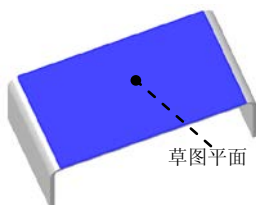

图 6.1.16 选取草图平面
(1) 选取草图平面。在系统单击平的面。的提示下，选取图 6.1.16 所示的模型表面为草图平面，进入草图绘制环境。